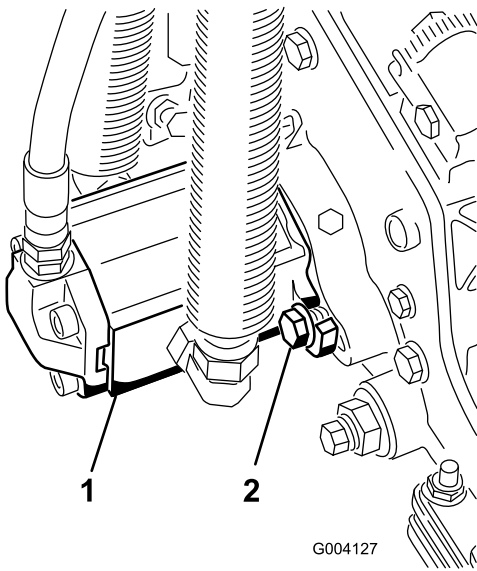

Figura 18
16. Instale el motor girándolo en el sentido de las agujas del reloj de modo que las bridas del motor no choquen con los pernos (Figura 18). Gire el motor en el sentido contrario a las agujas del reloj hasta que las bridas rodeen los pernos, luego apriete los pernos.